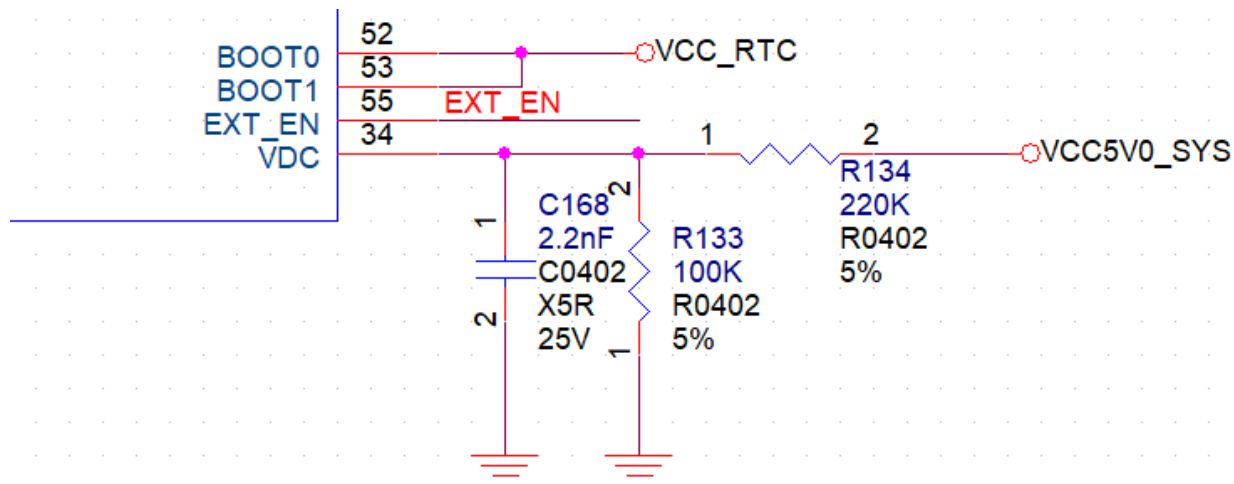

图 3-29 VDC应用电路一
- 对于BOX的应用场景，需要实现插电就自动开机的功能，且开关机是通过电源开关或是拔插电源来实现，所以可以考虑直接使用电阻分压，电路参考图3-29；